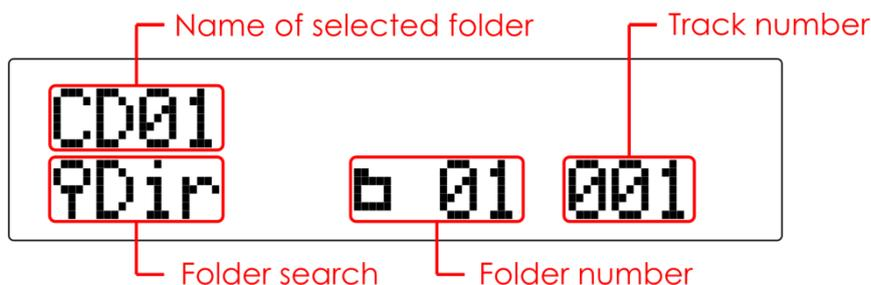

Fig. 06
04) Réappuyez sur le bouton **Find** (15, 29) pour commencer à chercher dans vos dossiers. L'écran s'affichera comme le montre la figure 06.